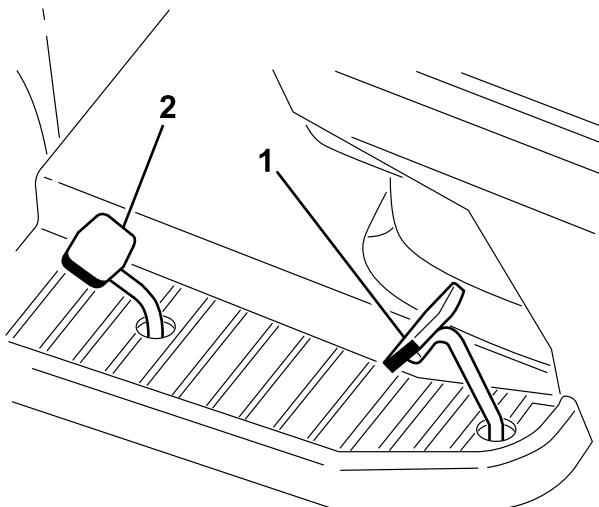

Figura 16
- Mettete il piede sul pedale di comando della trazione e premete lentamente per spostarvi in avanti (Figura 16).
- Mettete il piede sul pedale di comando della retromarcia e premete lentamente per spostarvi indietro (Figura 16).